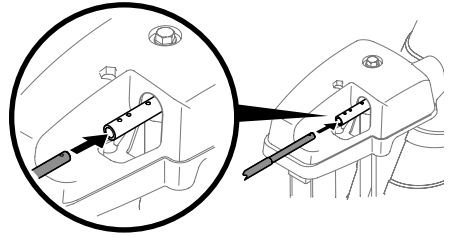

Figure 30
2. Insérez l'extrémité arrondie de la tige de commande dans la tête de commande. Poussez la tige à fond dans la tête de commande avec les trous de la tige pointés vers le haut. Voir (Figure 30).